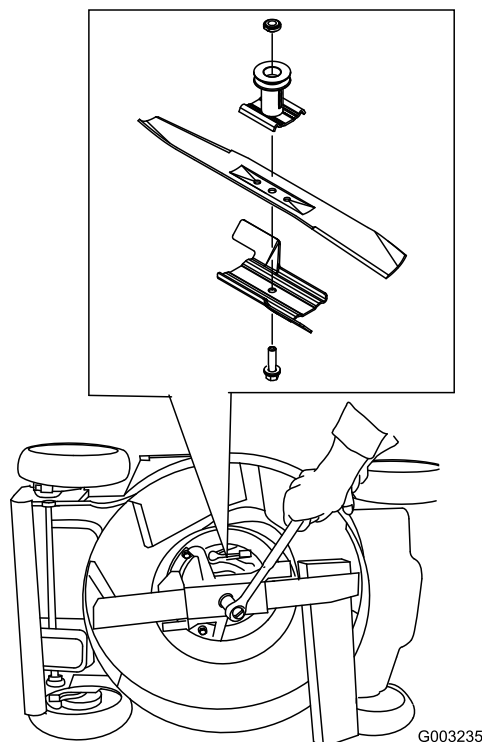

Figure 42
3. Immobilisez la lame avec un morceau de bois (Figure 42).